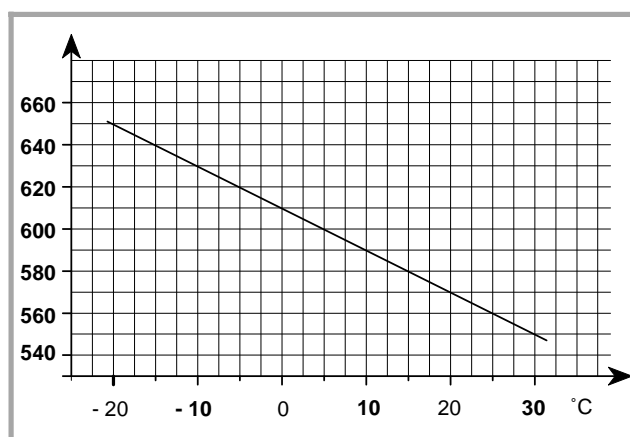

Figure 2 - Sonde QAC31
- Sonde extérieure QAC31 (fig. 2).